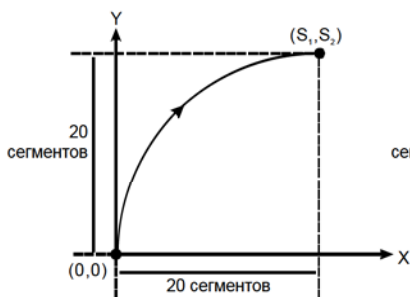

Рисунок 1
- Младшее слово S (настройки направления и дискретизация): K0 – 20-сегментный выход по часовой стрелке; K1 – 20-сегментный выход против часовой стрелке; A – 90° дуга (см. рис. 1 и 2).